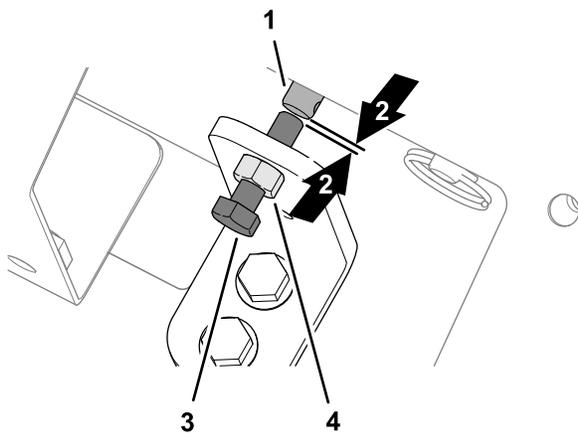

Рисунок 33
1. Ослабьте контргайку на кронштейне для перехода на ручное управление (Рисунок 33).
2. Поверните винт с шестигранной головкой, предназначенный для ручного управления клапаном, против часовой стрелки так, чтобы появился небольшой зазор между концом винта и концом штока электромагнита управления скоростью движения транспортером (Рисунок 33).
3. Затяните контргайку (Рисунок 33).